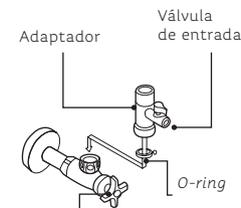

Figura 6.
2. Ensambla la Válvula de entrada al Adaptador. Posteriormente, enróscalos a la válvula de abastecimiento de agua (ver Figura 6).
Asegúrate de colocar el O-ring como se muestra en la Figura 6 para evitar fugas. Igualmente, puedes colocar suficiente cinta teflón en donde se requiera.